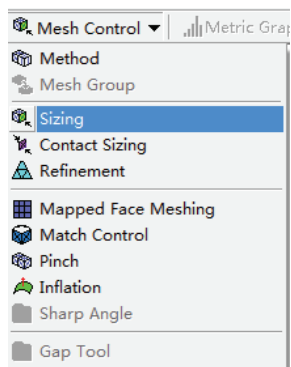
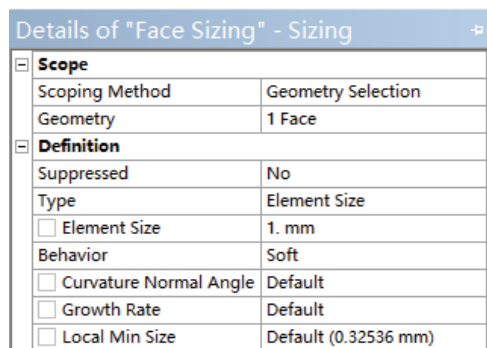

图 11-5 添加网格尺寸控制
图 11-6 设置面划分尺寸
4) 在 Details of “Surface Body” 细节窗口中设置 Thickness 为 0.1mm, 设置面实体的厚度为 0.1mm, 如图 11-5 所示。
2) 在 Mesh 上单击, 然后在工具栏中选择 Mesh Control>Sizing, 如图 11-5 所示, 然后选择待划分的面体, 在细节窗口 Geometry 中单击 Apply 按钮, 在 Element Size 后设置单元尺寸为 1mm, 如图 11-6 所示。